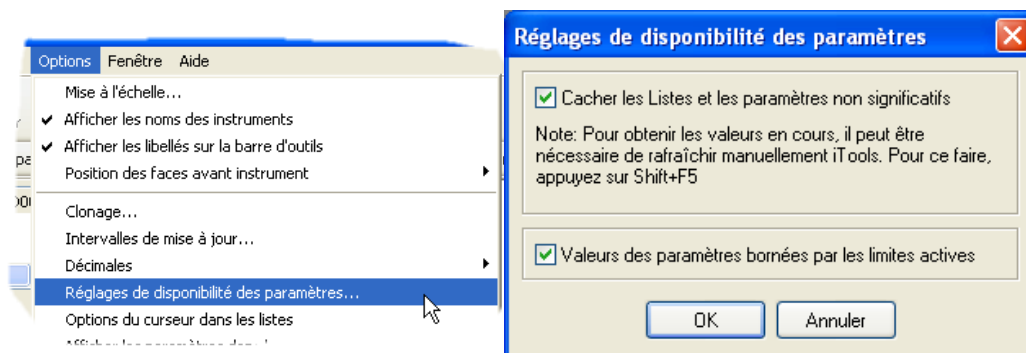

Figure 6.4.1b Afficher/Cacher les paramètres
3. Paramètres cachés. Par défaut, iTools cache des paramètres qui sont considérés ne pas être significatifs dans le contexte actuel. Ces paramètres cachés peuvent être affichés dans le tableau à l'aide de l'élément 'Disponibilité paramètre' dans le menu Options (Figure 6.4.1b). Ces éléments sont affichés sur une trame de fond.